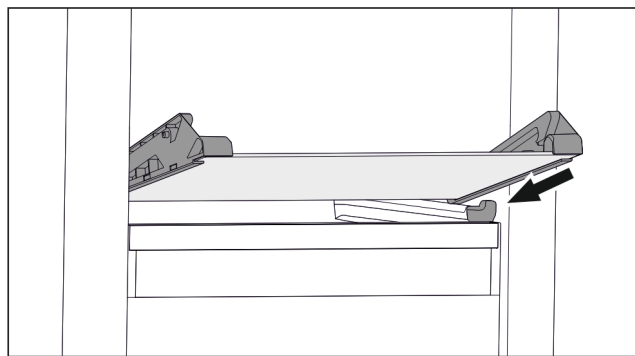

Fig. 108 Płyta szklana szuflady odchylanej
- ▶ Założyć płytę szklaną pod skosem za stoperami. (patrz Fig. 108)